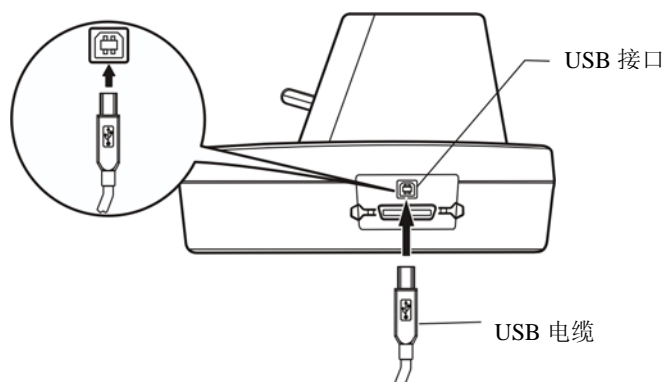

图 2-10 连接 USB 电缆
1. 将 USB 电缆的 A 端插头（方型）插进打印机的 USB 接口插座中（如图 2-10 所示）。